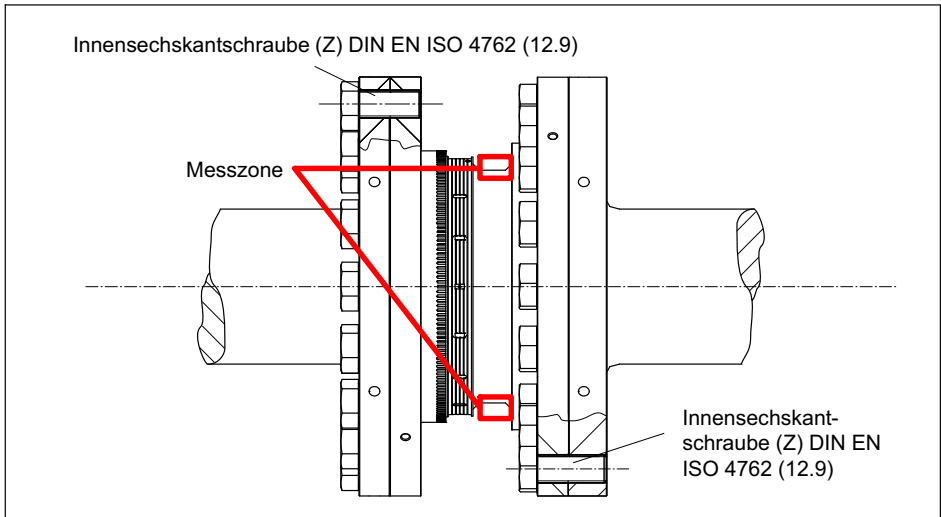

Abb. 5.5 Verschraubung des Rotors
Achten Sie darauf, dass während der Montage die in Abb. 5.5 markierte Messzone nicht beschädigt wird, z. B. durch Abstützen oder Anschlagen von Werkzeugen beim Anziehen der Schrauben. Dies kann den Aufnehmer beschädigen und damit zu Fehlmessungen führen oder sogar zerstören.
2. Verwenden Sie für die Verschraubung des Flanschs (siehe Abb. 5.5) Innensechskantschrauben *DIN EN ISO 4762 der Festigkeitsklasse 12.9* in geeigneter Länge (abhängig von der Anschlussgeometrie, siehe Tab. 5.1 auf Seite 28).